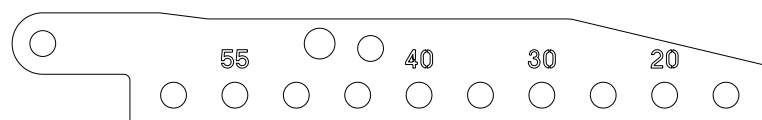

Abb. 14.3
3. Die Elemente nacheinander verschieben, bis der neue Stützenquerschnitt erreicht ist. Die eingestanzten Maßzahlen in der Lochleiste (Abb. 14.3) zeigen den Stützenquerschnitt an und machen das Messen überflüssig.